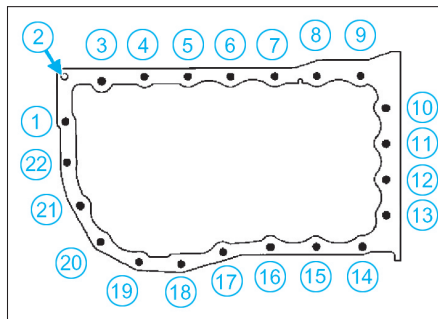

FIG. 26
- serrer le carter d'huile dans l'ordre indiqué (fig. 26).